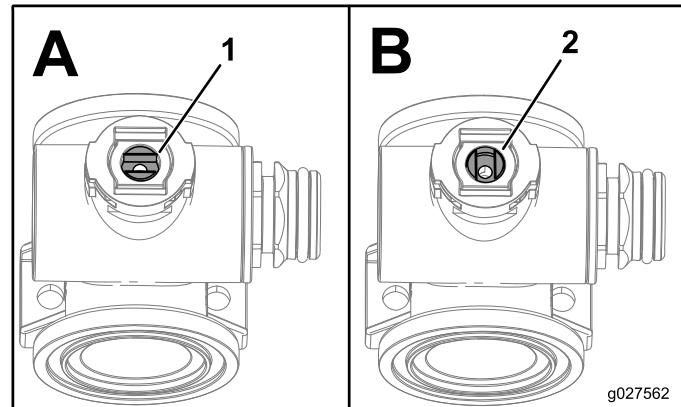

図5
注 バルブのステムが 開 になっていることを確認してください 插入図A; 図5。
- バルブシステム・アセンブリを閉にセットする挿入図B; **図5**。